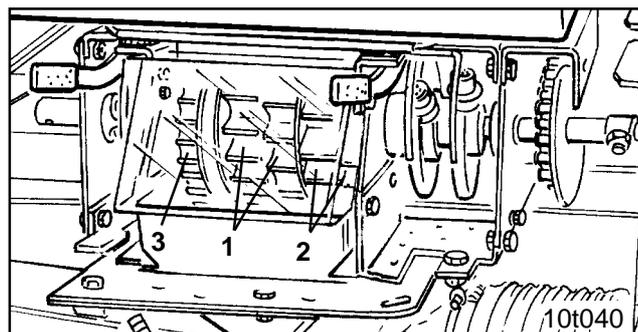

Fig. 11.1
- ein weißfarbenedes Hauptsärad (Fig. 11.1/1)
- ein orangefarbenes Hauptsärad (Fig. 11.1/2)
- ein rotschwarzfarbenes Feinsärad (Fig. 11.1/3).